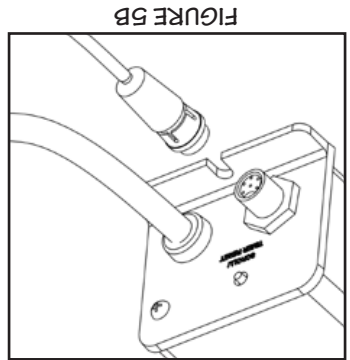
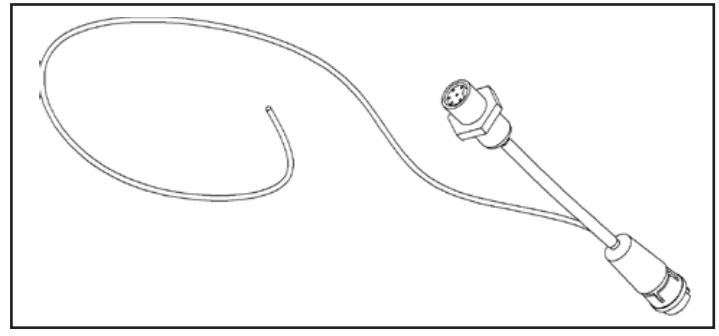

FIGURE 5B
FIGURE 5A
6. *Sortie 4-20 mA (en option)* : Pour ceux qui veulent pouvoir transmettre, à l'aide d'un signal 4-20 mA, les données sur l'intensité UV à un lieu éloigné, un câble "Y" de 20 mètres de long (65 pi) est vendu en option chez votre détaillant (Figure 5A). Pour l'obtenir, commander le câble no 260134. Pour l'installer, vous devez d'abord débrancher le câble original du capteur du contrôleur Cobalt "Plus" (Figure 5B) et y brancher le nouveau câble "Y" (Figure 5C). Ensuite, brancher l'extrémité mâle du câble original du capteur à l'extrémité femelle du nouveau câble "Y" ; Finalement, brancher le câble 4-20 mA à l'appareil approprié et s'assurer que tous les raccordements sont bien serrés.